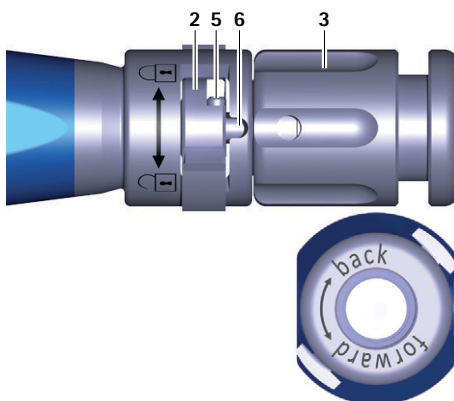

Fig. 1 Närbild av insättningsinstrumentet med öppen omkopplare
- Vrid vridmuttern **3** på insättningsinstrumentet **A** moturs (riktning "forward") så att stängen **6** skjuts framåt, se Fig. 1.
- Vrid omkopplaren 2 åt vänster (riktning ) se Fig. 1.
- Vrid omkopplaren **2** åt vänster (riktning ) se Fig. 1.
- ▶ Kontrollera positionen för fastkoppling av insättningsinstrumentet **A**, se Fig. 1.
- ▶ Vrid omkopplaren **2** åt vänster (riktning ) , se Fig. 1.
- ▶ Vrid vridmuttern **3** moturs (riktning "forward") så att stången **6** skjuts framåt, se Fig. 1.